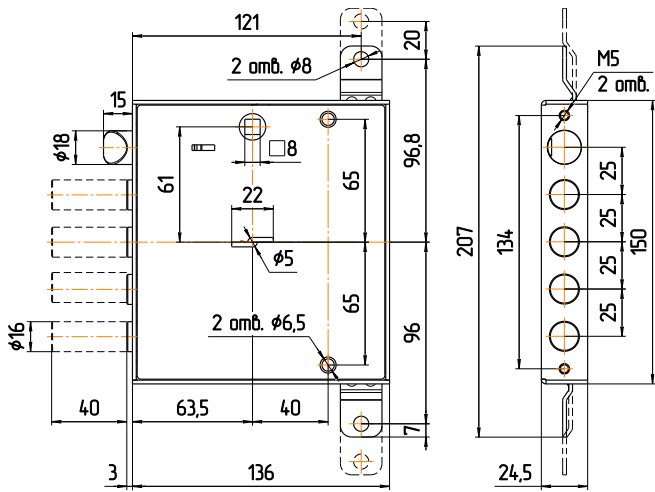

Рис.2
4.1. Произвести разметку и выполнить на полотне двери гнездо для корпуса замка, отверстия для ключа, для стержня ручек фалевых, 2 отв. для крепления накладок, а в дверной коробке – отверстия для пальцев засова, защелки (см. рис.2).